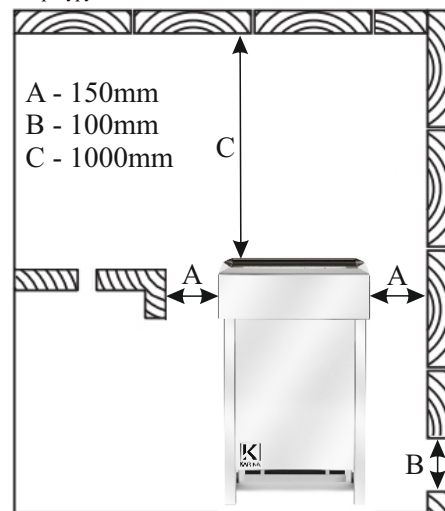

Рисунок 1.
- Минимальные безопасные расстояния показаны на рис. 1.